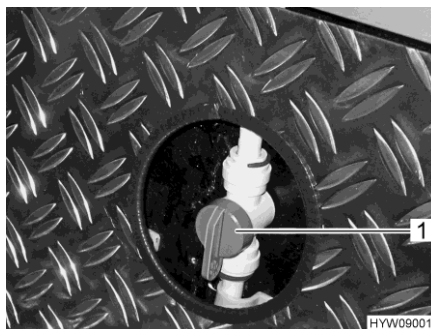

Fig. 180 Vannes d'alimentation (chauffage garage arrière)
- Placer la poignée (Fig. 180,1) de la vanne d'alimentation du chauffage du garage arrière parallèlement à la conduite de chauffage. Le chauffage du garage arrière fonctionne alors à sa puissance maximum.
- Placer la poignée (Fig. 180,1) de la vanne d'alimentation du chauffage du garage arrière dans une position quelconque. L'alimentation en eau chaude du garage arrière se laisse ainsi régler en continu.
- Placer la poignée (Fig. 180,1) de la vanne d'alimentation du chauffage du garage arrière transversalement à la conduite de chauffage. Le chauffage du garage arrière est maintenant éteint.